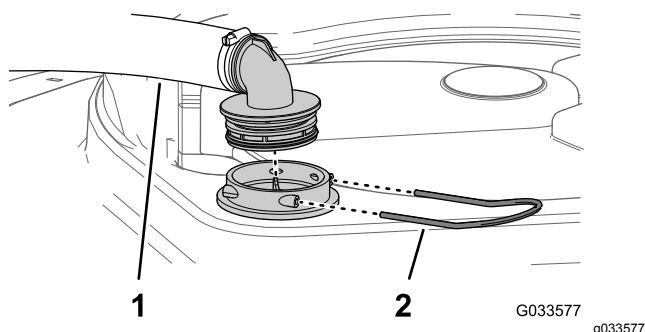

Figura 77
2. Na parte superior do depósito do pulverizador, retire a fixação que prende a união da mangueira unida à tubagem grande da estrutura do filtro (**Figura 77**).
3. Retire a tubagem e a união da tubagem da estrutura do filtro (**Figura 77**).